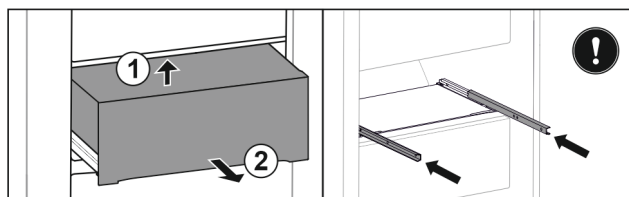

Fig. 41
- ▶ Van achteren aan onderzijde optillen Fig. 41 (1).
- ▶ Er naar voren toe uitnemen Fig. 41 (2).